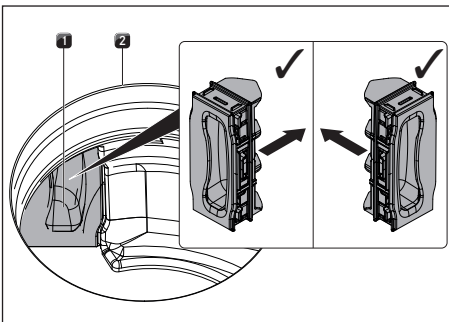

Fig. 8.10 Colocación de la trampilla para el cambio del filtro
- ▶ Por el interior de la abertura de entrada, encaje a presión hasta el tope la trampilla para el cambio del filtro en la abertura de la carcasa (véase fig. 8.10).